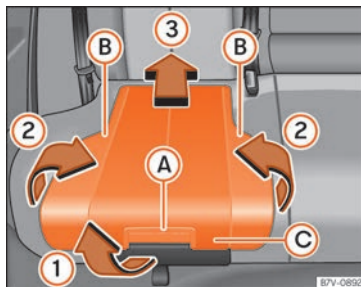

Fig. 95 Asiento integrado para niños: levantar el cojín.
- Tire del cojín hacia delante por la palanca de desbloqueo »» fig. 95 (A) en la dirección de la flecha »» fig. 95 (1).
- Pliegue hacia arriba ambos lados »» fig. 95 (B), en el sentido de la flecha »» fig. 95 (2).
- Empuje hacia atrás el cojín »» fig. 95 (C) en la dirección de la flecha »» fig. 95 (3) hasta que se encastre.